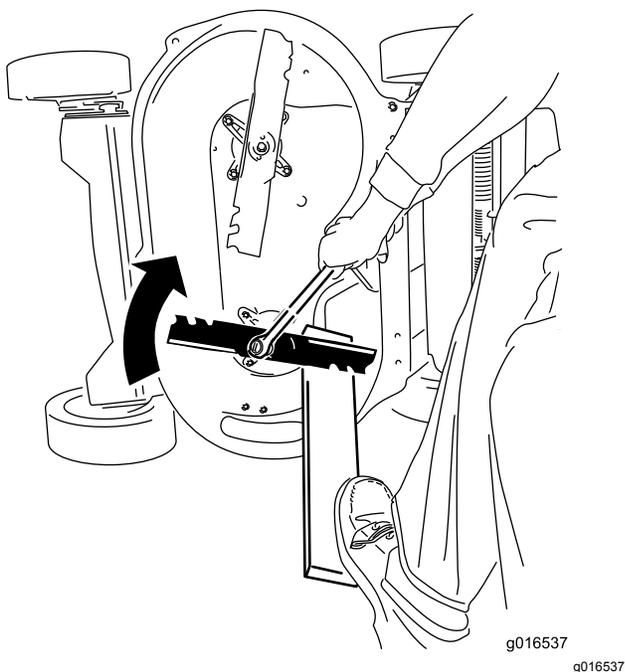

Figura 40
2. Segure cada lâmina com uma tábua e rode o parafuso da lâmina no sentido dos ponteiros do relógio com uma chave como se mostra na Figura 40; aperte o parafuso de cada lâmina com 82 N·m.